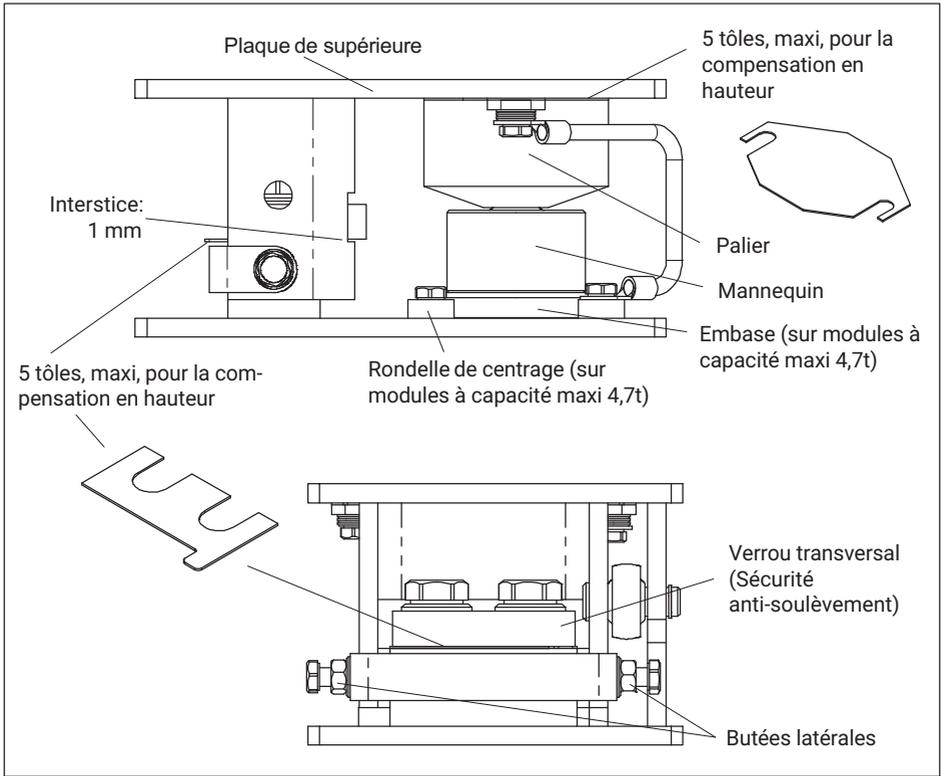

Fig. 4.1 Montage des tôles de compensation avec la version 4,7 t
Montage de pesons de capacité maxi jusqu'à 4,7 t: (voir Fig. 4.1)
- Remettre la sécurité anti-soulèvement en place et l'ajuster en intercalant des tôles afin qu'un jeu d'environ 1 mm se produit (voir Fig. 4.1) à réservoir vide.